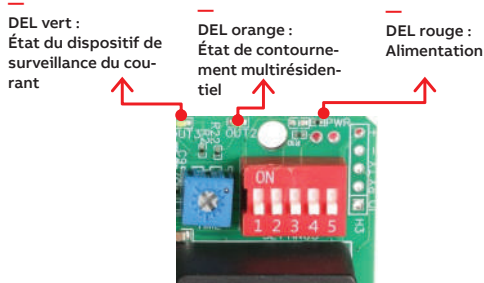

Figure 4*
- 2- Assurez-vous que le voyant rouge d'alimentation (PWR) est allumé, indiquant que le système est sous tension. (Référez-vous à la figure 4.)
- 3- Vérifiez que le voyant vert du côté gauche (OUT1) correspond à l'état du contacteur (Référez-vous à la figure 4). Si le voyant vert sur le côté gauche clignote sans cesse, cela indique qu'aucun courant n'est mesuré par au moins l'un des deux dispositifs de surveillance du courant.